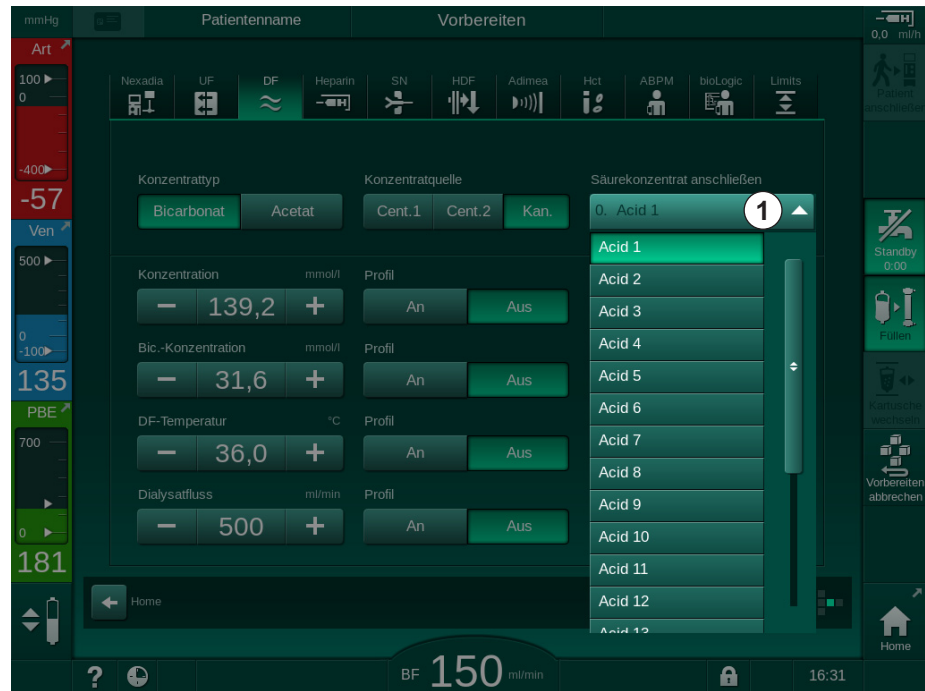

Abb. 5-18 DF-Parameter im mmol-Modus
Wenn die Einstellung mmol/l für die Leitfähigkeit im TSM-Modus ausgewählt wurde, wird ein zusätzliches Feld mit dem Namen des ausgewählten Konzentrats angezeigt (Abb. 5-18, ①). Wird dieses Feld berührt, erscheint eine Liste mit allen verfügbaren Konzentraten. Bis zu 20 Säuren und 10 Acetate können ausgewählt werden.